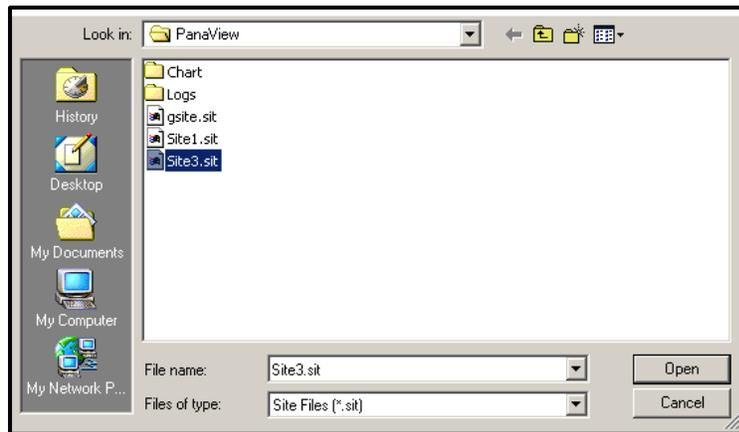
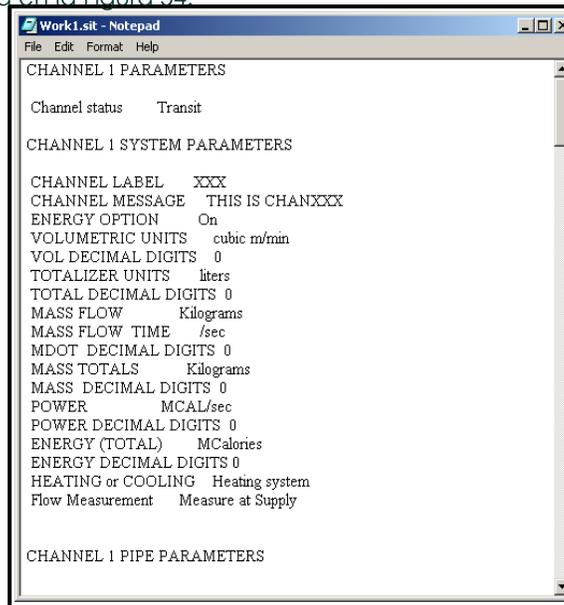

Figura 52: Selección de archivos de sitio
Figura 54: Impresión del archivo del sitio
- A continuación, haga clic en el botón [Guardar sitio en contador]. Se abre una pantalla similar a la de la Figura 52.
3. Se abre la ventana *Selección de archivos de sitio* (Figura 52 en la página 124). Seleccione un archivo de sitio con la configuración deseada y haga clic en [Abrir]. El archivo de sitio se convierte en el sitio de *Trabajo* en el medidor con los ajustes deseados.
2. Haga clic en [Guardar sitio a PC]. Se abre una ventana similar a la de la Figura 52 en la página 124.
1. Highlig ht el sitio en el panel izquierdo. (Véase la Figura 52 en la página 124.)
3. Se abre la ventana de *Selección de Archivo de Sitio* (mostrada en la Figura 52 en la página 124). Introduzca el nombre del sitio deseado (ahora con el sufijo prt) y haga clic en [Guardar]. PanaView muestra una versión de texto del sitio, como se muestra en la Figura 54.